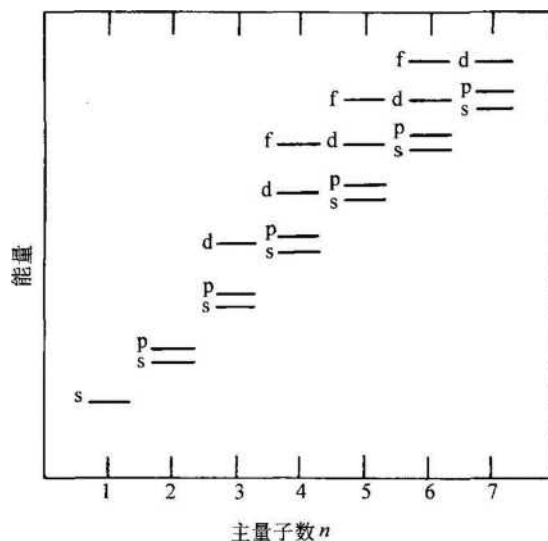

图 1-1 电子能量水平随主量子数和次量子数的变化情况
(3) 原子核外电子的分布与四个量子数有关，且服从下述两个基本原理：
① 泡利不相容原理——一个原子中不可能存在有四个量子数完全相同的两个电子；
② 最低能量原理——电子总是优先占据能量低的轨道，使系统处于最低的能量状态。
(4) 决定电子能量水平的主要因素是主量子数和次量子数，各个主壳层及亚壳层的能量水平在图 1-1 中所